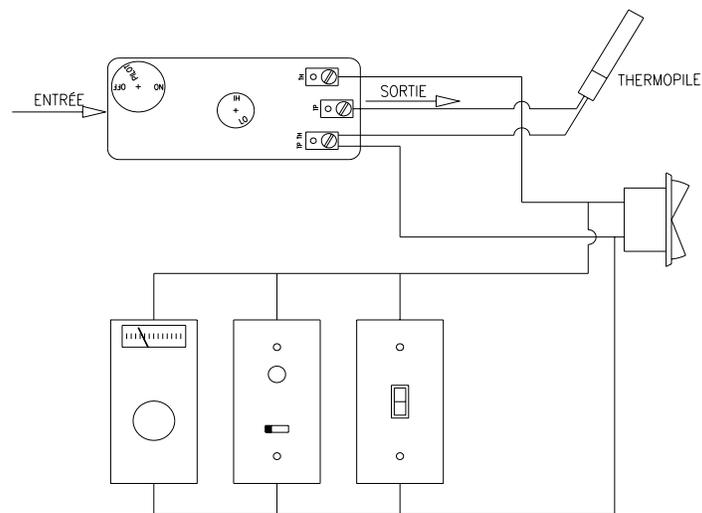
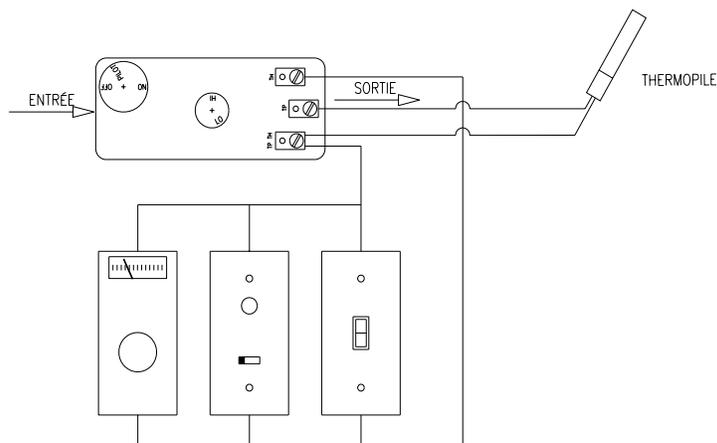

Figure 3
Figure 4
5. Enfoncez légèrement le bouton de contrôle du gaz et tournez-le, dans le sens des aiguilles d'une montre, jusqu'à la position "OFF" (Arrêt) tel qu'illustré à la figure 3 ci-après.
1. Installez le thermostat ou l'interrupteur mural à l'endroit voulu et raccordez-le, avec du "fil à thermostat à deux conducteurs", à l'interrupteur de contrôle du brûleur (Figure 3). Pour contourner cet interrupteur, raccorder directement les fils à la valve à gaz (figure 4).